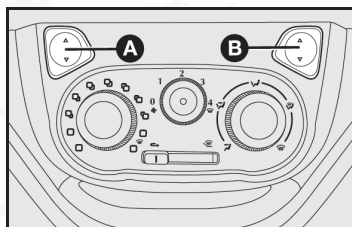

fig. 60
***Elevadores eléctricos delanteros - fig. 60***